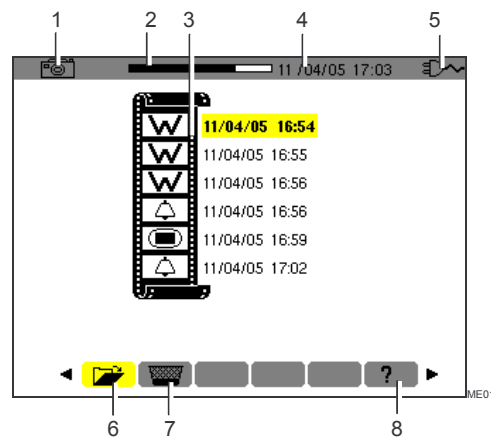

Abbildung 42: Anzeigebeispiel der Bildschirmfotografieliste.
In der Anzeige erscheint die Liste der gespeicherten Bildschirmfotografien (Abbildung 42).
1. Die Bildschirmseite Liste der Bildschirmfotografien ist angezeigt (Abbildung 42). Vergewissern Sie sich, dass das Untermenü  (unten im Display) markiert ist.
4. Gehen Sie mit ← zur Liste der Bildschirmfotografien zurück (Abbildung 42)
1. Die Bildschirmseite Liste der Bildschirmfotografien ist angezeigt (Abbildung 42). Markieren Sie das Untermenü  (unten im Display) mit ◀▶.